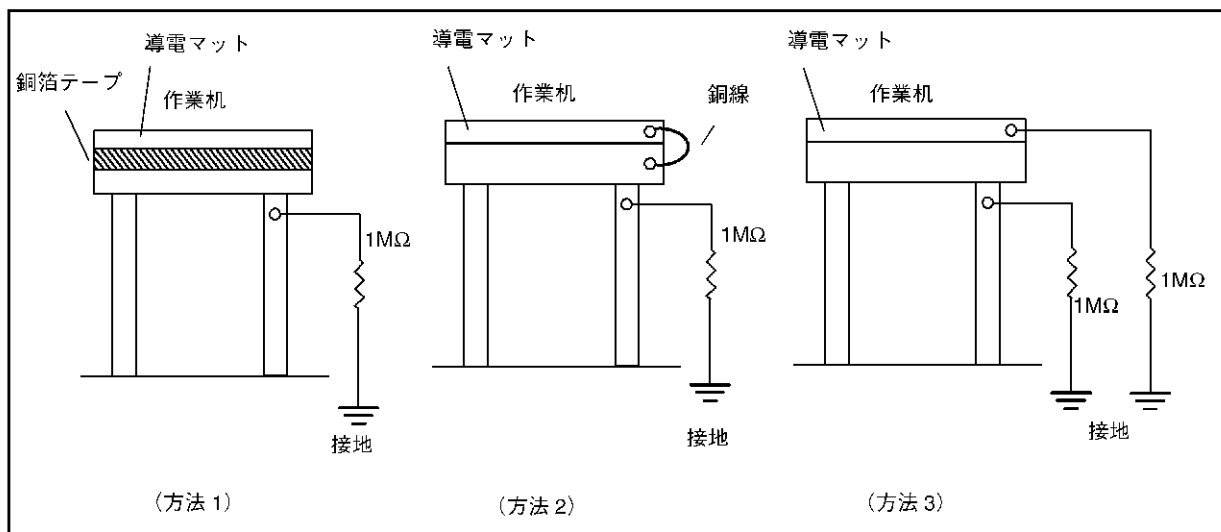

図 1-4 作業台
- 作業台： 導電マットの設置、および接地 (図 1-4 を参照)